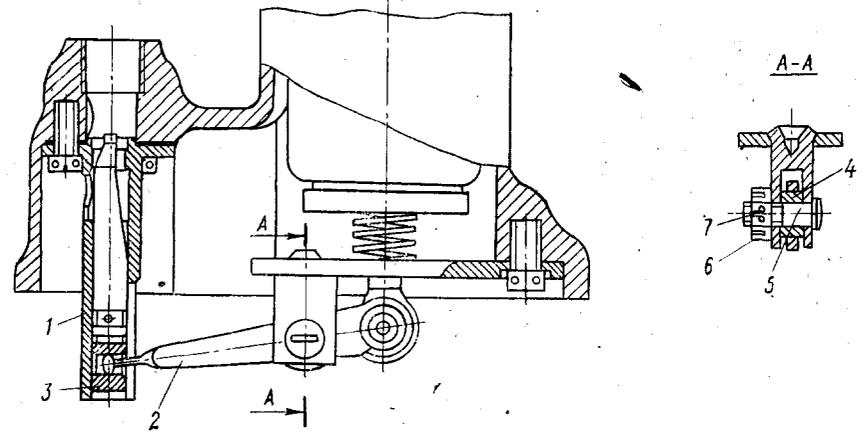

Рис. 13. Установка иглы висотного автокорректора (ВАК):
2. С помощью плоскогубцев и ключа $S=7 \times 9$ расконтрите и отверните гайку 6 (рис. 13).